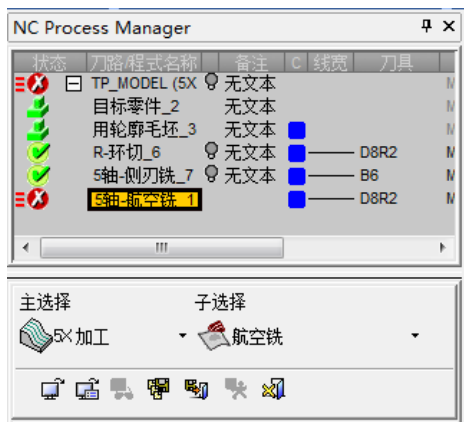

图 5-156 “NC Process Manager”对话框 (3)
1) 创建程序。单击“加工向导”工具栏上的“加工程序”按钮，弹出“NC Process Manager”对话框(3)，“主选择”为“5X 加工”，“子选择”为“航空铣”，如图 5-156 所示。